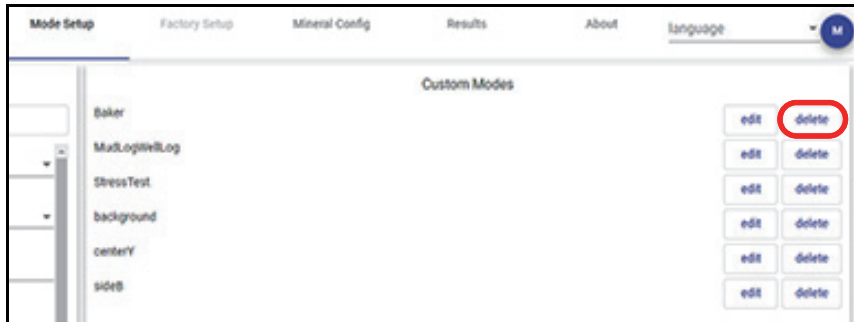

图 5-16 删除按钮
- ◆ 点击**Delete**（删除）按钮（参见第81页的图 5-16）。